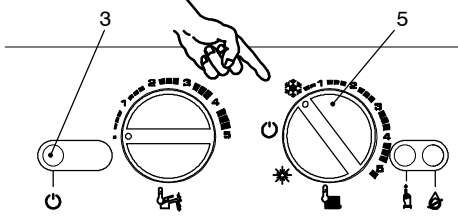

fig. 5.17
- 6 Posicionar el selector de función / manopla de regulación temperatura calefacción, como se indica en fig. 5.17